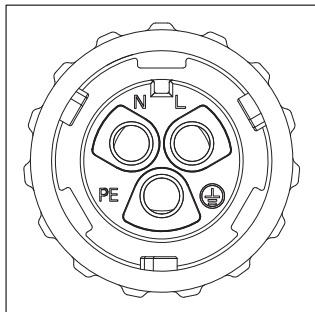

Figura 4.19 Vista interna do conector de terminal CA
3. Existem símbolos marcados dentro do conector, o fio de linha da rede deve ser ligado ao terminal "L"; o fio neutro da rede deve ser ligado ao terminal "N"; a terra da rede deve ser ligada no terminal "PE" (ver Figura 4.19).